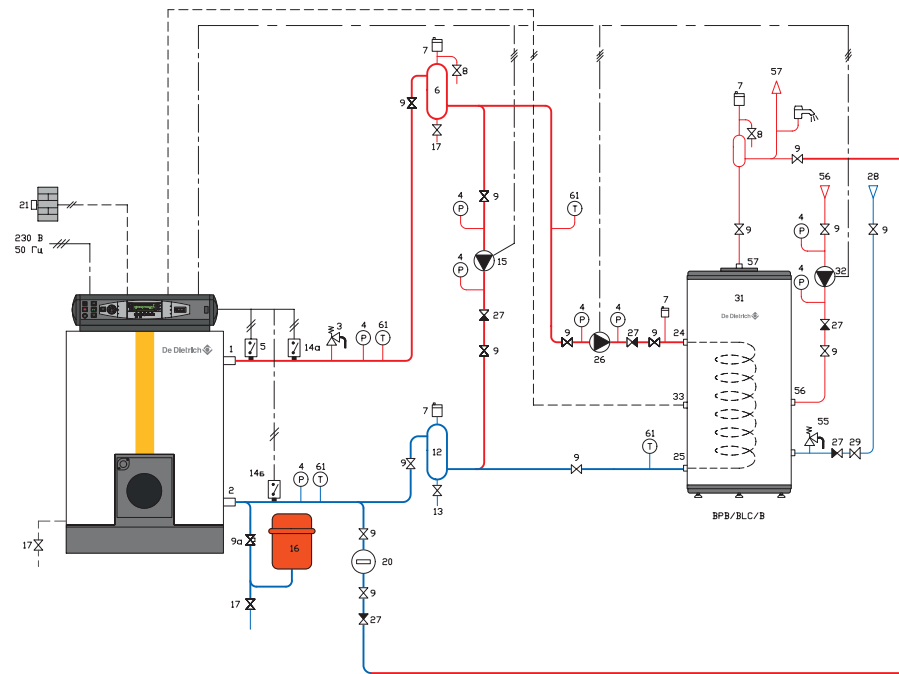

Рисунок 13.
1. Подпитка горячей водой через водонагреватель (рисунок 13)